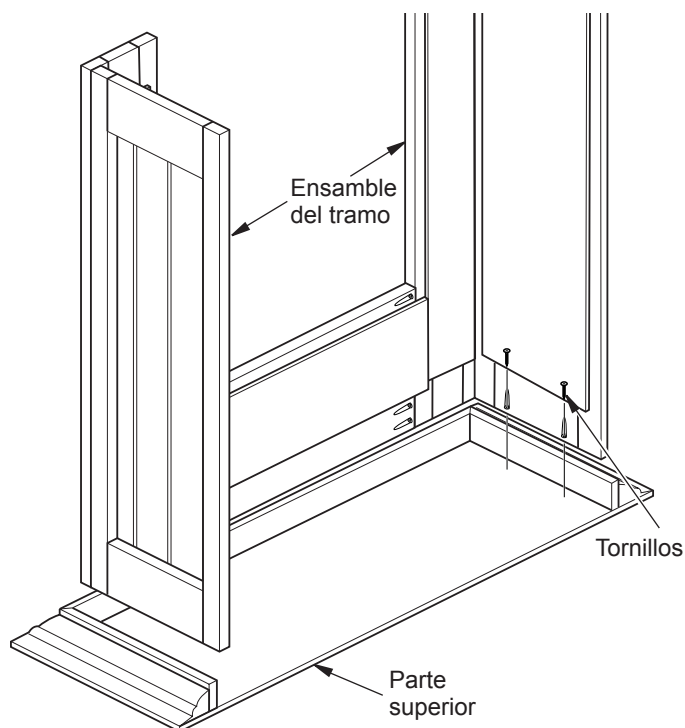

Figura 4 - Colocación del ensamble de la repisa de chimenea sobre la parte superior de la repisa
4. Ponga la parte superior hacia abajo y los tramos hacia arriba. Coloque el ensamble de los tramos dentro de la parte superior (consulte la figura 4).
5. Asegúrese de que los ensambles de los tramos queden nivelados con la parte trasera de la parte superior y de que la repisa esté centrada de izquierda a derecha dentro de la parte superior. Cuadre los ensambles de los tramos uniformemente con los lados de la parte superior de la repisa, asegurándose de que el espacio entre la parte superior de la repisa y el ensamble del tramo sea el mismo de adelante hacia atrás. Consulte la figura 4. Use los tornillos que se incluyen en los orificios de los lados para fijar a la parte superior de la repisa.